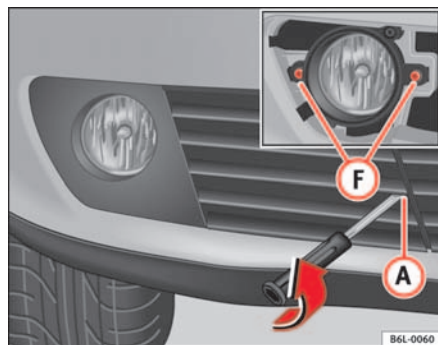

Fig. 148 Phares antibrouillard
- Démontez les deux vis de fixation (F) ⇒ fig. 148 et une fois libéré déconnectez le connecteur.
- Démontez la grille, en retirant la vis (A) ⇒ fig. 148, tirez soigneusement de la grille du côté de la vis et libérez le cache.